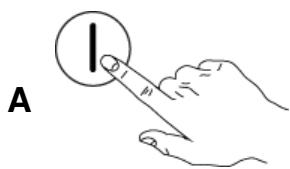

Fig.13
- Chiudere la porta e premere il TASTO "A" per accendere la macchina. (Fig.13)